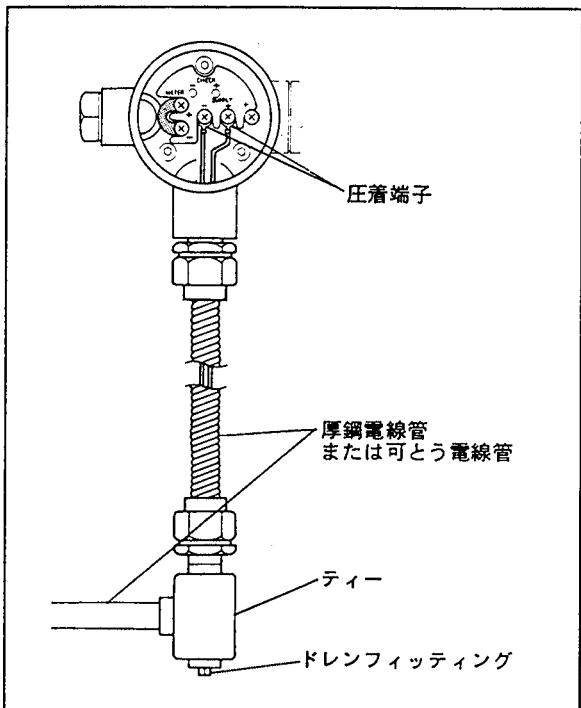
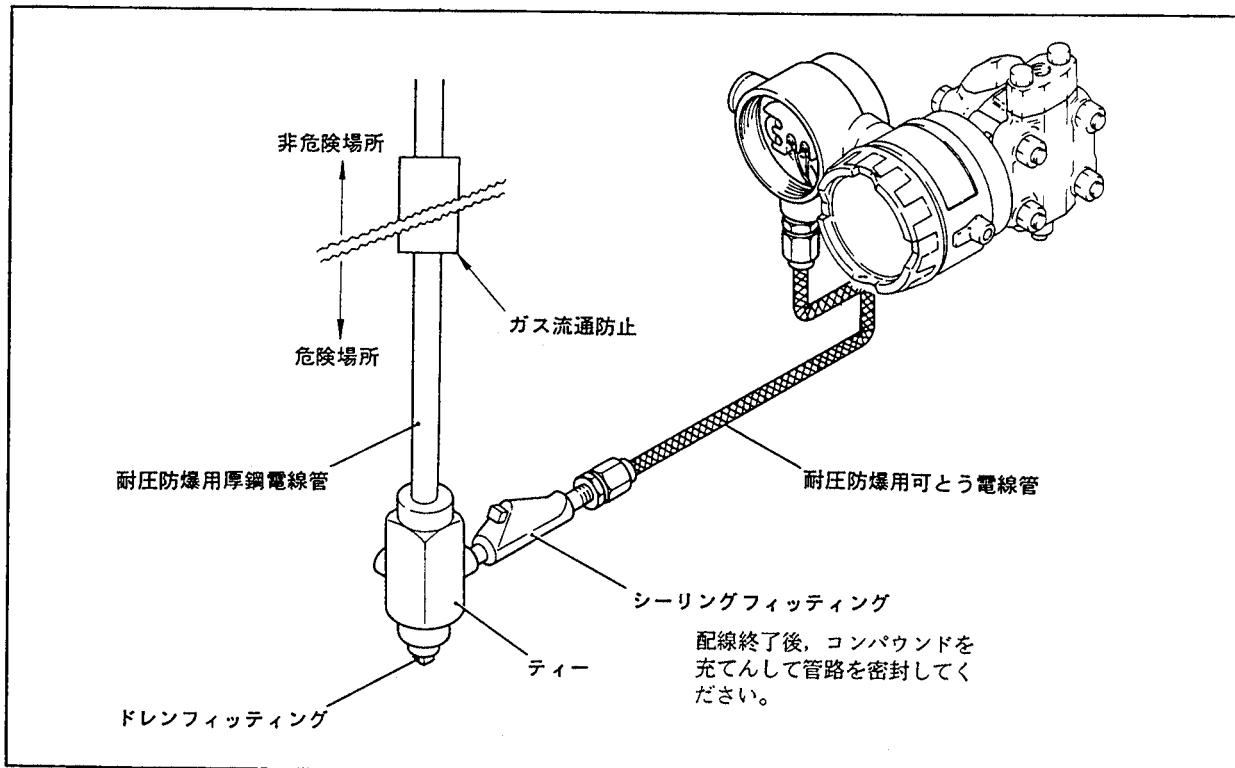

図 4.6 電線管を用いた配線（一般形の場合）
図4.8 耐圧防爆金属管工事
- (3) 電線の末端は絶縁スリーブ付き圧着端子（4 mmねじ用）を推奨します。
- (4) 防水あるいは電線の外傷保護等のために、電線管とダクトを用いて配線することを推奨します(図4.6参照)。耐圧特殊防爆形の外部配線は、耐圧防爆性を有する金属管工事(図4.8参照)または当社製の耐圧パッキン用アダプタを用いたケーブル工事を行なってください(巻頭の「耐圧防爆構造の計器についての注意事項」を参照)。
- (5) ケーブル工事に使用する耐圧パッキン用アダプタ(付加仕様)の取付けは、以下の要領で行なってください。